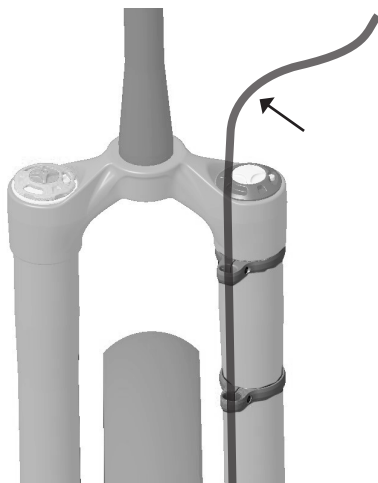
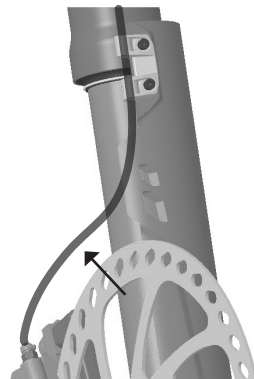

Figura 8: longitud suficiente del latiguillo de freno por encima de la guía superior del latiguillo de freno
Figura 9: arco y separación del latiguillo de freno sobre el rotor
5. Compruebe que la longitud del latiguillo del freno delantero es suficiente por encima de la guía superior del latiguillo hasta la maneta de freno (Figura 8). Compruebe que hay un arco suave en el latiguillo de freno entre la abrazadera de la manguera de freno y la pinza de freno (Figura 9). Todas las secciones del latiguillo de freno deben tener un recorrido sin restricciones durante la compresión de la horquilla.